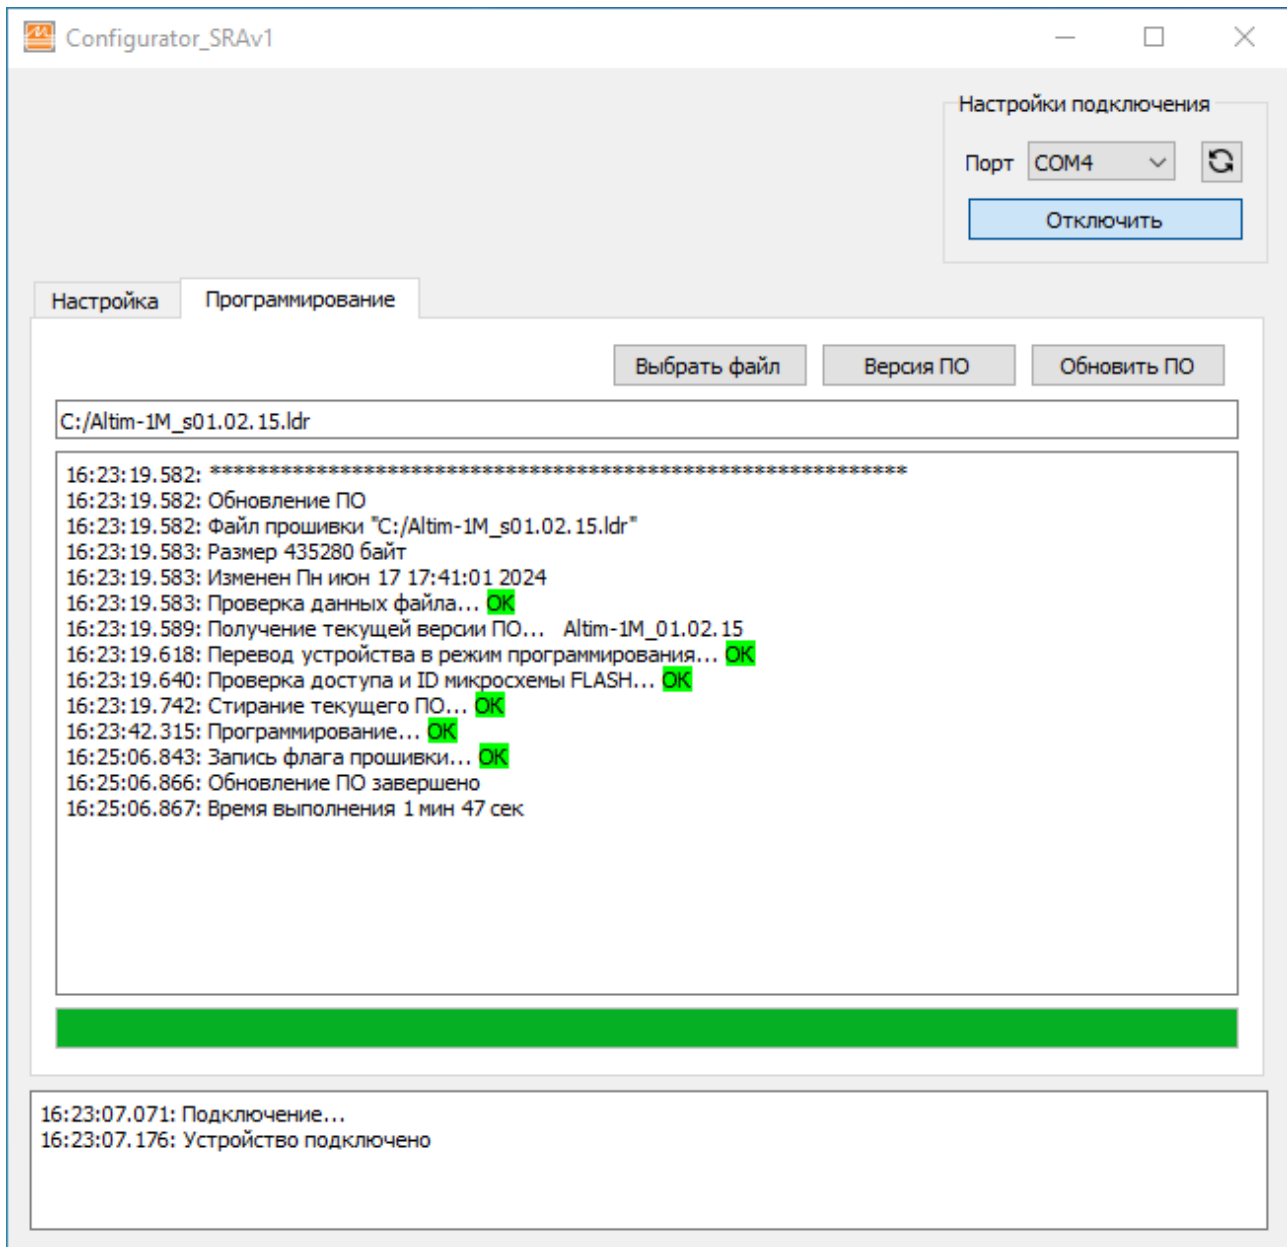

Рисунок 2.6 – Внешний вид окна программы Configurator\_SRAv1
- нажмите кнопку «Обновить ПО» и дождитесь окончания процесса программирования (рисунок 2.6);